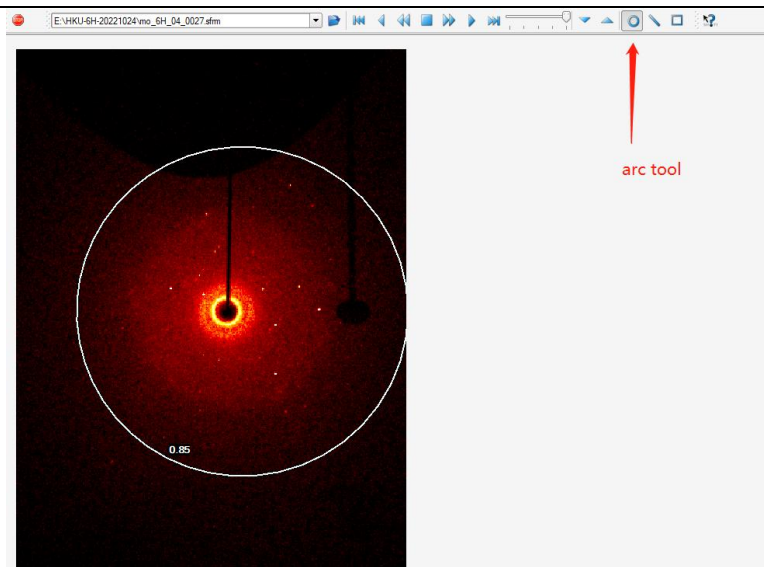

Figure 11. 确定晶体分辨率极限
(3) 确保你的晶体在较高角度仍有衍射点，使用 arc tool 确定你的衍射极限，如 Figure 11 所示，将衍射环调整到衍射几乎完全消失的位置，其上面的读数即是衍射极限。只有在大概 0.9 Å 以上仍有少许衍射点的晶体才大概率有可能满足 IUCr 对发表文章的需求，如果衍射较弱，可以考虑增加曝光时间，如果增加至 30s~1min，仍无明显改善，可换用 Cu 靶尝试。如衍射极限仍无明显改善，建议更换晶体。